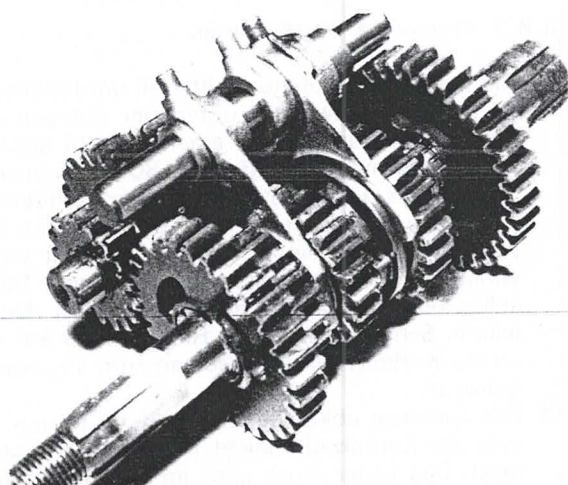

Bild 66
- Falls die Getriebewellen zerlegt wurden, sind sie probeweise auf der Werkbank zusammenzusetzen, damit der Einbau in das Kurbelgehäuse in der richtigen Reihenfolge erfolgt (Bild 66).